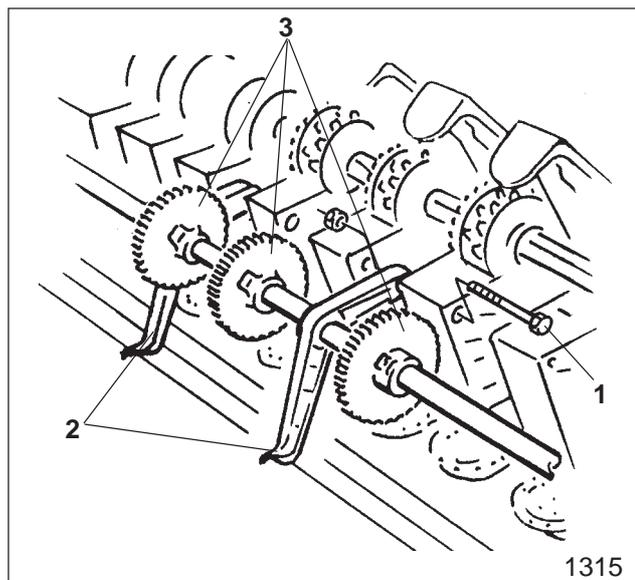

Fig. 18.27
- Die mit einer Skt.-Schraube (Fig. 18.27/1) an den alten Fahrgassensägehäusen befestigten Schwenklager (Fig. 18.27/2) abschrauben.
- Antriebsritzel (Fig. 18.27/3) lösen und auf der Vorgelegewelle entsprechend verschieben.
- Schwenklager (Fig. 18.27/2) an den neuen Fahrgassensägehäusen befestigen.